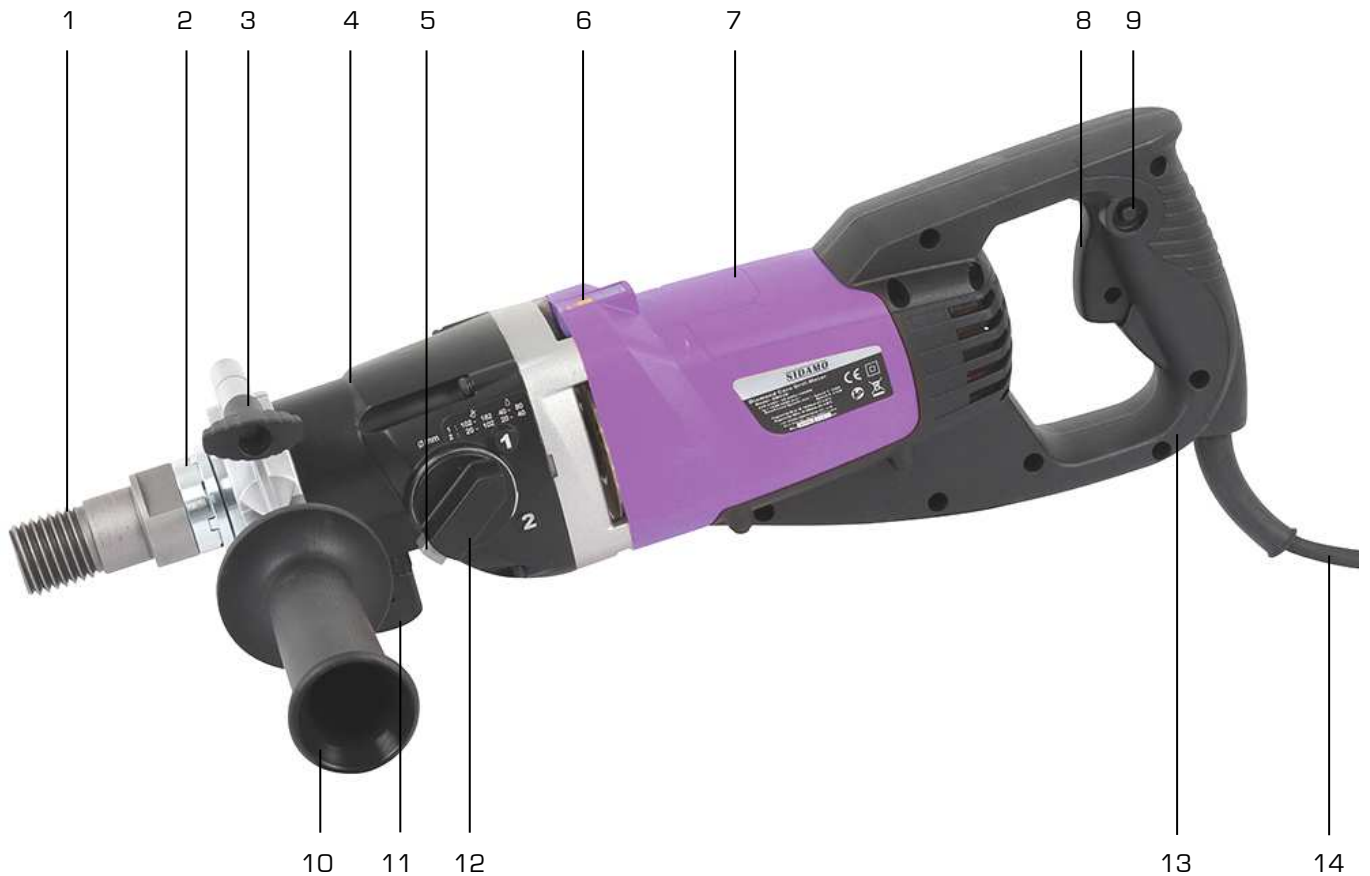

Figure 1
Effectuer le raccordement électrique au moyen du câble d'alimentation électrique (14 fig.1).
La carotteuse peut être utilisée de façon portative à usage manuel à l'aide de la poignée latérale (10 fig.1) fournie avec la machine.
1. Insérer correctement la poignée latérale (A) avec son support autour du carter d'engrenage (B).
2. Tourner la poignée latérale (A) en pivotant autour du carter d'engrenage (B) dans la position souhaitée.
3. Positionner la poignée latérale (A) perpendiculairement à la poignée principale (13 fig.1).
4. Fixer la poignée latérale (A) en serrant la molette support poignée latérale (C).
1. Retirer la poignée latérale (10 fig.1) de la carotteuse.
2. Insérer correctement la carotteuse dans l'adaptateur du bâti (D).
3. Serrer la machine à l'aide de la poignée (fournie avec le bâti) sur l'axe de l'adaptateur (E).
2. Nettoyer la broche de la carotteuse (1 fig.1) et la couronne.